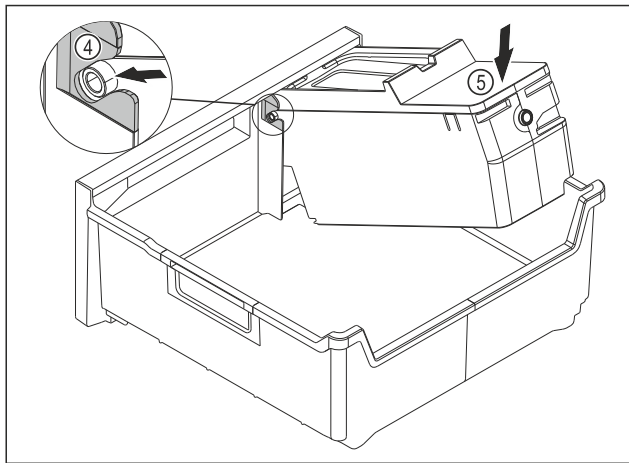

Fig. 152
- ▶ 安装 EasyTwist-Ice 机身：将 EasyTwist-Ice 机身的轴推入到导向装置 Fig. 152 (4) 中。
- ▶ 朝下按压 EasyTwist-Ice 机身 Fig. 152 (5) 后部。